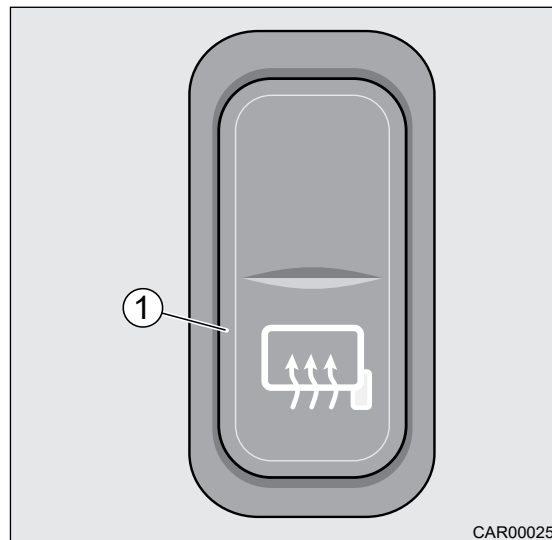

Fig. 32 Chauffage de rétroviseur Fiat
1. Appuyer sur le commutateur (Fig. 32, pos. 1).